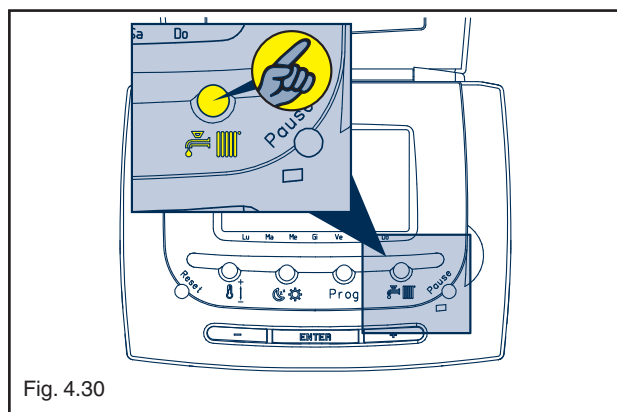

Fig. 4.30
- Premere il tasto estate-inverno  sul pannello comandi a distanza (fig. 4.30) fino a raggiungere la funzione estate . Il display visualizza l'indicatore di funzionamento sanitario e la temperatura dell'ambiente